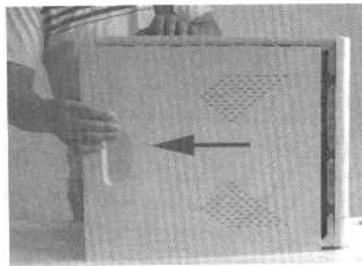

图 1-3 抽拉机箱左面的挡板
- ② 转向机箱侧面抽拉机箱左面的挡板，如图 1-3 所示。